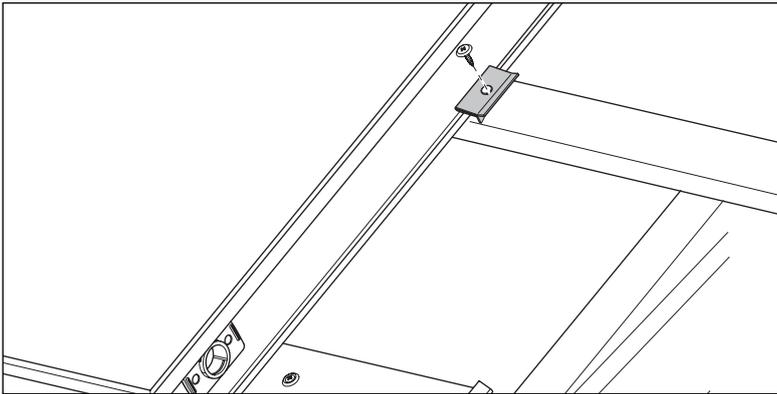

Abb. 4.14 Flachkollektoren anschrauben
- Sichern Sie die Rohrverbinder mit den Klammern (3).
- Befestigen Sie den Kollektor seitlich mit jeweils 4 mitgelieferten Schellen und den Schrauben Nr. 3 an den Dachlatten (vgl. Abb. 4.14).